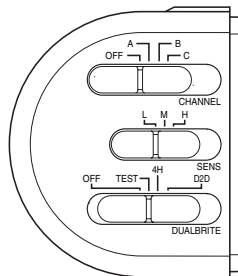

Figura 7
2. Deslice el interruptor CHANNEL a OFF, el interruptor de sensibilidad (SENS) a la posición "L", y el interruptor DUAL-BRITE a la posición TEST (vea la Figura 7). *Nota:* La fase de prueba (TEST) anula la fotocélula (función de apagado de la luz del día) y permite que la lámpara sea probada durante el día o la noche.